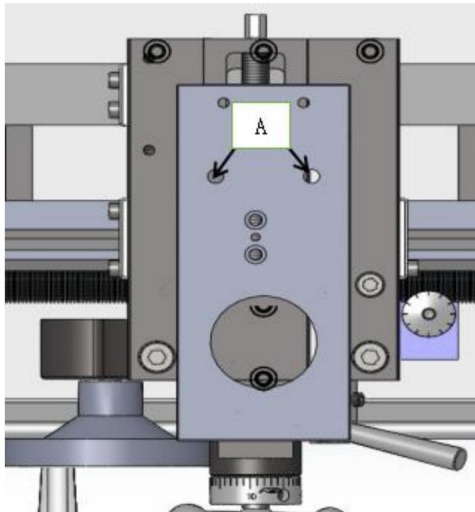

Fig. 36
2. Odkręć śrubę radełkowaną (B, rys. 36) i otwórz przesuwne (C, rys. 31) aż do momentu, gdy podpórkę stałą będzie można przesunąć palcem wokół przedmiotu obrabianego. Zabezpiecz podtrzymkę stałą w pozycji.
Nasmaruj dwa otwory olejowe (A, rys. 36) olejem maszynowym 20W raz dziennie.